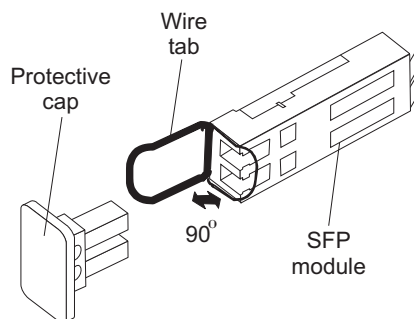

Figura 17. Destravando a Trava do Módulo SFP - Variedade Plástica
- Para módulos SFP que contêm guias de plástico, destrave a trava do módulo SFP puxando a guia de plástico 10° para fora, conforme mostrado na Figura 17 na página 48.